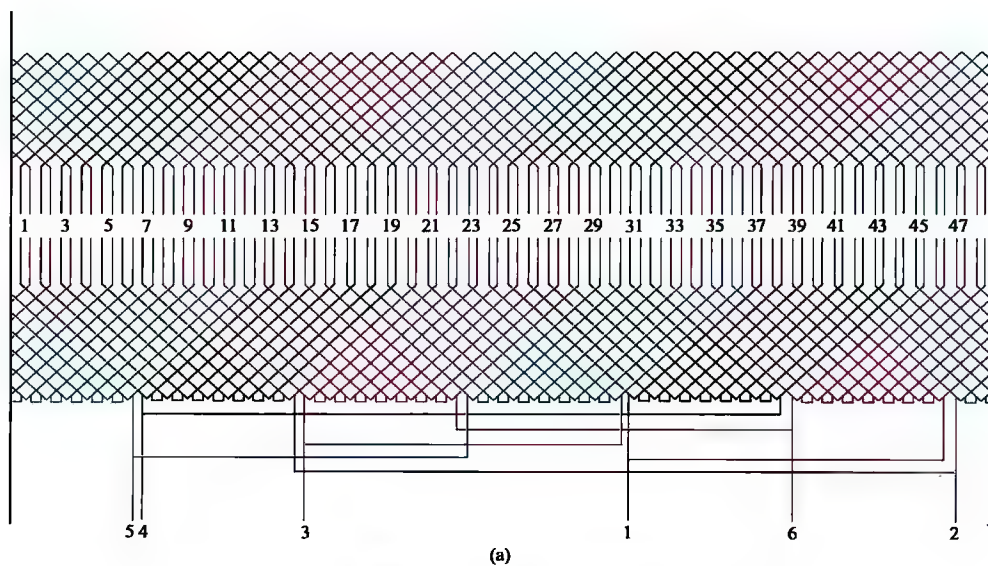

图 2-4 48 槽 4/2 极、 $\Delta/2Y$ 接法绕组 (一)
4. 48 槽 4/2 极、 $\Delta/2Y$ 接法绕组展开图、接线圆图与接线简图（见图 2-4）